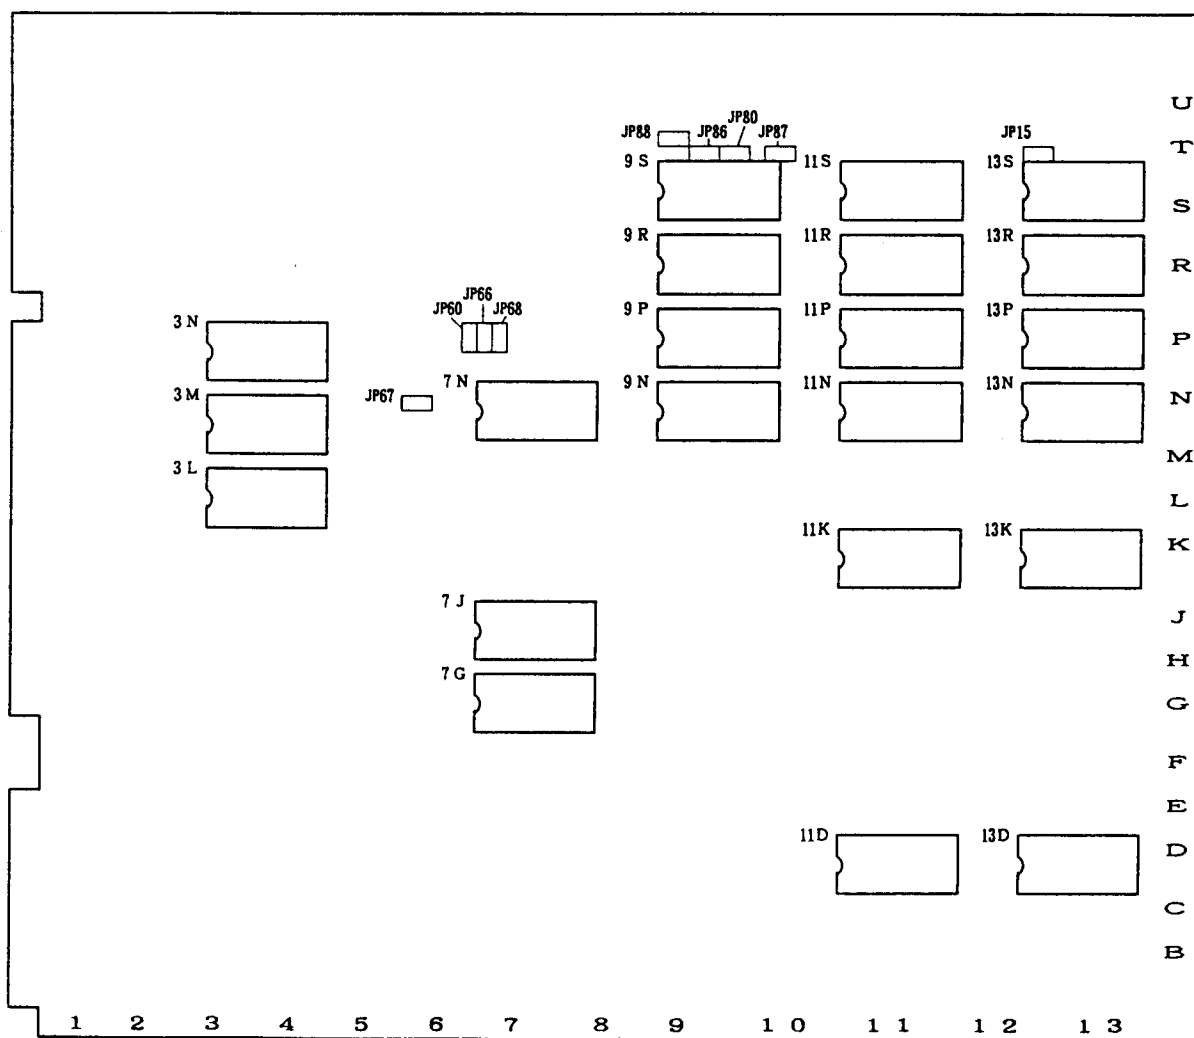

図1 (CPU-P C ボード)
- (1)エッジコネクタのついているP C ボードが、CPU-P C ボードです。
- (2)CPU-P C ボードを上にして平らな所に置きます。
- (3)P C ボード上のほこりをエアか柔らかいハケなどで払い落としてください。
- (4)図1の の位置にROMがあれば、すべて抜きます。(P 4 : ROMの抜き方 参照)
- (1) CPU-PCボード上のジャンパー部品 (P2: 図1 参照) 「JP15」「JP60」「JP66」「JP67」「JP68」「JP80」「JP86」「JP87」「JP88」を下表のように切り換えます。